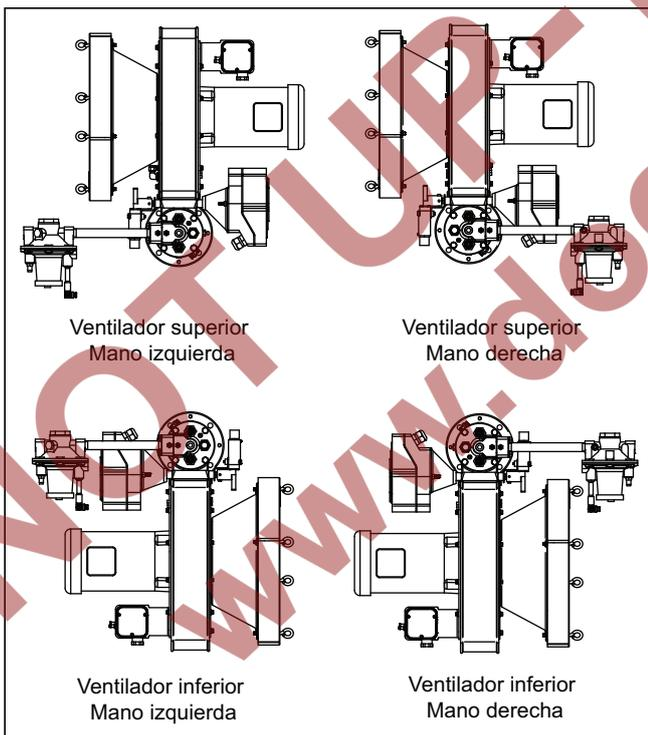

Figura 3.1. Selección de configuración y elección de la orientación del motor
- **Tipo de combustible:** La variación en el poder calorífico, densidad relativa e índice de Wobbe afectará el rendimiento del quemador. Si cualquiera de estos parámetros cambia en más de un ± 5% con respecto a la Figura 3.1 contacte con Eclipse para comprobar la conveniencia del combustible. Parámetros de características, dimensiones y especificaciones son dadas para cada RatioMatic en las hojas de datos de la serie No.110.